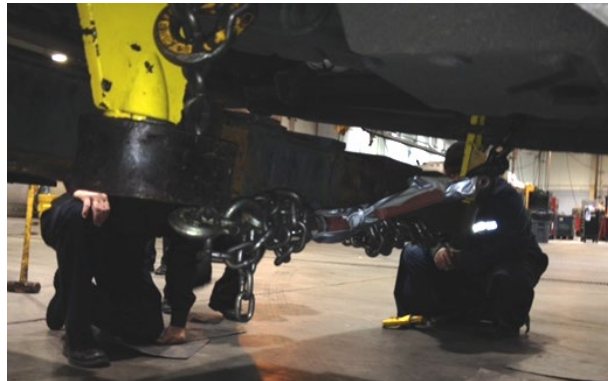

FIGURE 65
10. Installer les chaînes de retenue. Attacher deux chaînes ensemble pour fixer les longerons à la barre de remorquage. (Figure 64 et Figure 65). Reprendre tout le jeu dans les chaînes et appliquer une bonne tension sur celles-ci.